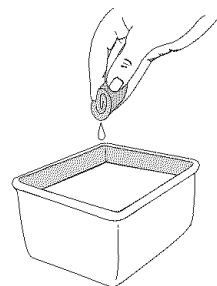

Fig. 19
3. Lave el filtro con agua y detergente (Fig. 19). Enjuague bien el filtro. Escurra el exceso de agua. Déjelo secar por completo.